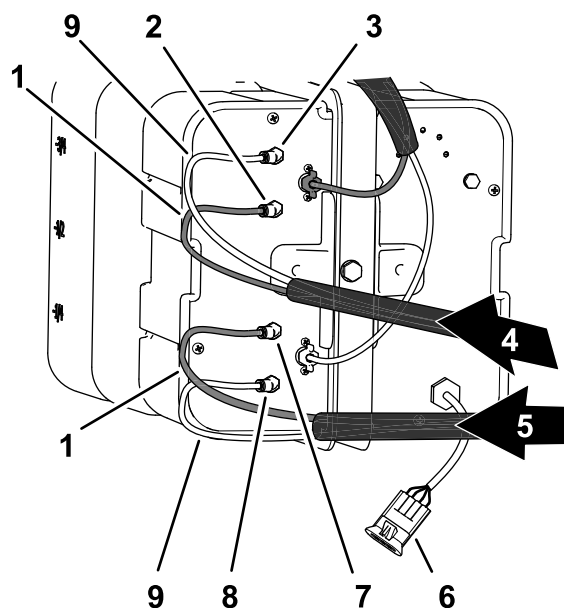

Figura 22
1. Disponete i tubi della schiuma per la barra destra come illustrato nella Figura 22.
2. Inserite il tubo trasparente nel raccordo dell'aria nella piastra del compressore laterale (Figura 22).
3. Inserite il tubo blu nel raccordo del liquido nella piastra del compressore laterale (Figura 22).
4. Disponete i tubi della schiuma per la barra sinistra come illustrato nella Figura 22.
5. Inserite il tubo trasparente nel raccordo dell'aria nella piastra del compressore laterale (Figura 22).
6. Inserite il tubo blu nel raccordo del liquido nella piastra del compressore laterale (Figura 22).